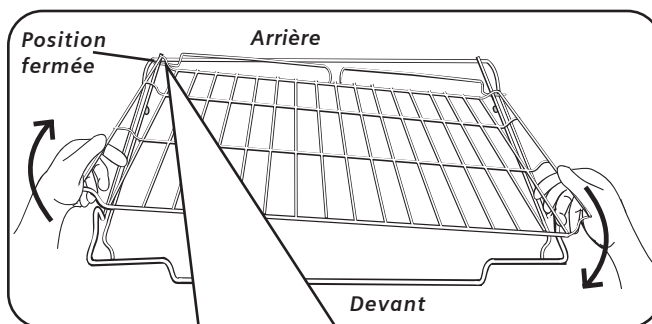

Figure 2 - Séparer la grille
**Les deux sections de la grille sont conçues pour se séparer et faciliter le nettoyage.** Placer la grille sur une surface plate en position fermée, l'endroit vers le haut. Tourner un côté de la grille supérieure vers soi jusqu'à ce que la butée (bille) soit passée. Tirer la grille vers le haut et sortir, tourner le côté d'abord (figure 2). **Pour réassembler,** maintenir la grille supérieure diagonalement en travers de la grille inférieure. Insérer un côté de la grille supérieure en position fermée. Tourner l'autre côté vers l'arrière de la grille jusqu'à ce qu'elle passe la butée (bille). Pousser la grille supérieure jusqu'au fond (figure 3). Si la grille supérieure ne s'étire pas complètement, elle est mal installée. La réinstaller de façon à ce que la butée de casserole soit à l'arrière du four.